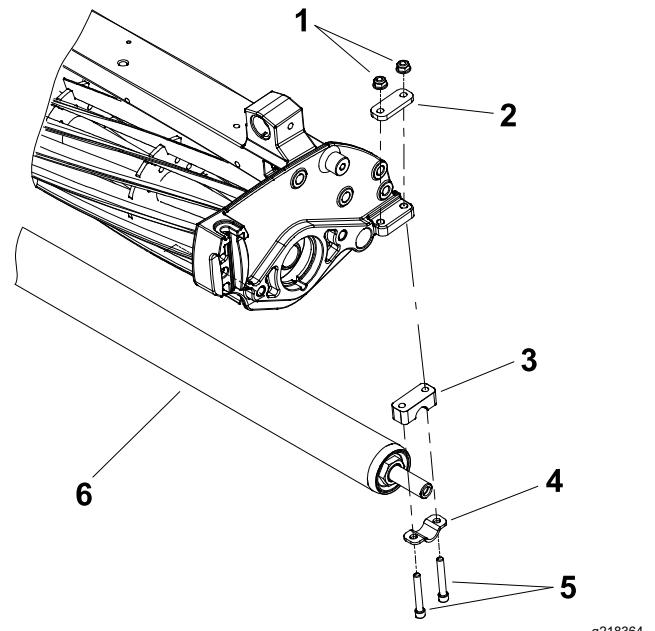

Figura 15
13. Efetue os passos seguintes para instalar o conjunto do rolo traseiro na unidade de corte; consulte Figura 15.